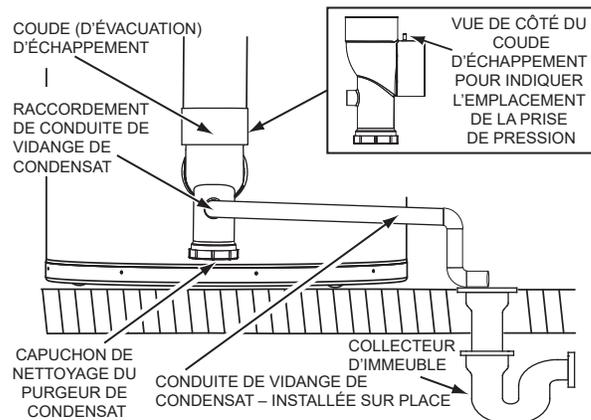

Figure 63. Installation de la vidange de condensat
2. Installer une conduite de vidange de condensat de 1/2 po en PVC entre le raccord de vidange de condensat sur le coude d'évacuation/condensat et un collecteur d'immeuble adéquat. Le coude d'échappement comporte un purgeur de condensat intégré. Ne pas installer de purgeur supplémentaire dans la tuyauterie de vidange de condensat. Voir **Figure 63**.
3. Faire déboucher le tuyau de vidange de condensat près de l'orifice d'écoulement ou à l'extérieur du bâtiment. Voir **Figure 63**.
4. S'assurer que le tuyau de vidange du condensat n'est pas élevé au-dessus du connecteur de vidange de condensat sur le coude d'évacuation/condensat. Voir **Figure 63**.